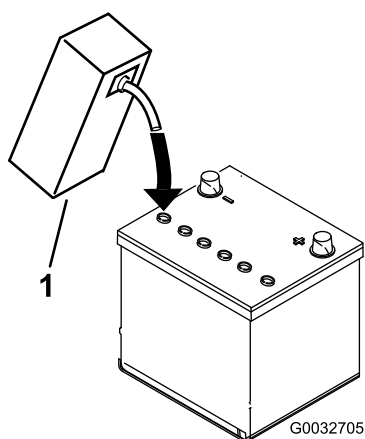

Рисунок 8
- Осторожно заливайте электролит в каждую ячейку до уровня над пластинами примерно 6 мм (Рисунок 8).
- Подождите примерно 20-30 минут, пока электролит не впитается в пластины. При необходимости доливайте электролит до уровня, не достигающего примерно 6 мм до низа заливного отверстия (Рисунок 8).